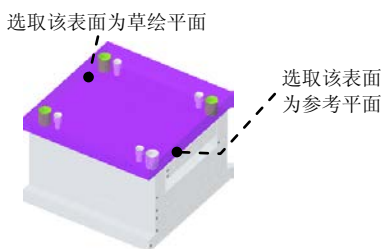

图 31.98 定义草绘平面
Step3. 定义草绘截面放置属性。选取图 31.98 所示的表面为草绘平面, 然后选取图 31.98 所示的表面为参考平面, 方向为 **右**。单击 **草绘** 按钮, 进入草绘环境。